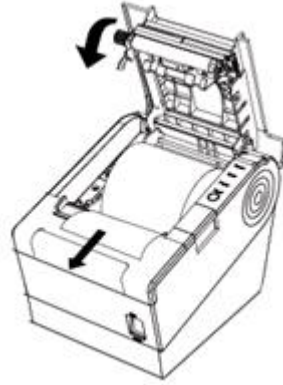

Figura 4.6.3
- 4) Ajuste la tapa superior. (como la figura 4.6.3)